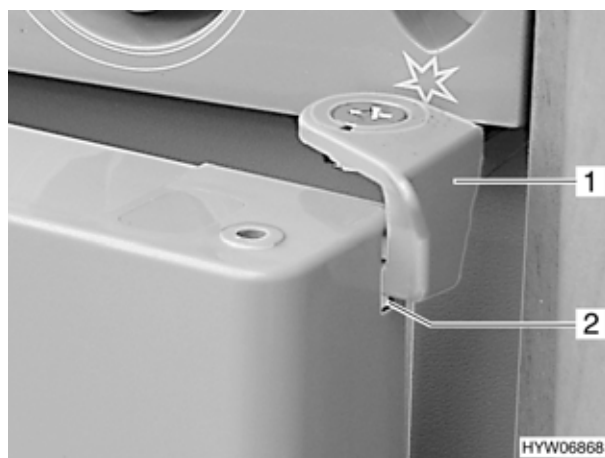

Fig. 160 Porta del frigorifero in posizione di aerazione (variante 1)
- Agganciare la leva di bloccaggio (Fig. 160,1) nell'intaglio (Fig. 160,2) sulla porta del frigorifero. In questo modo la porta rimane ferma in posizione socchiusa.